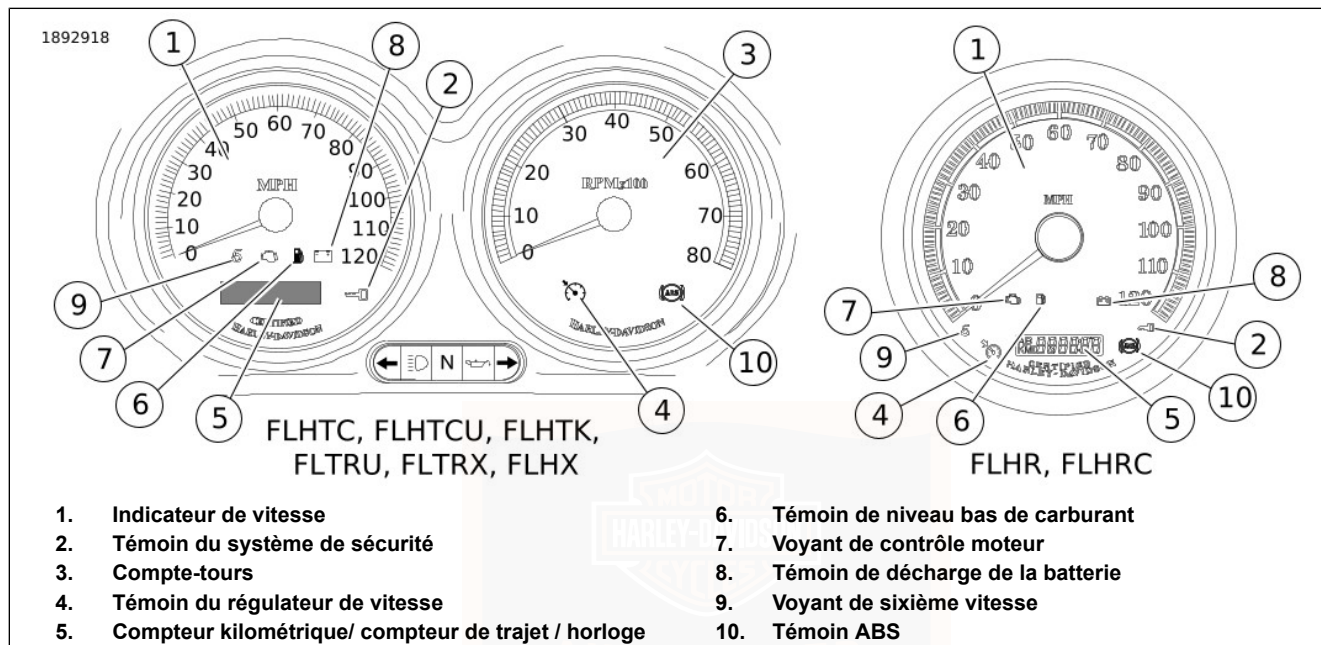

Figure 10. Voyants du tableau de bord
Voir Figure 10. Le témoin de vérification moteur se situe le long du bas de la face de l'indicateur de vitesse. Son but est d'indiquer si le moteur/le système de gestion du moteur fonctionne correctement. Le témoin de moteur est de couleur ambre.
Voir Figure 10. Un témoin de niveau bas de carburant est situé sur la face de l'indicateur de vitesse, au-dessous du centre près du témoin de vérification moteur. Le témoin de niveau bas de carburant s'allume lorsqu'il reste environ 3,8 L (1.0 USgal) d'essence dans le réservoir. Le témoin de niveau bas de carburant est de couleur ambre.
Voir Figure 10. Le témoin rouge de charge de la batterie indique la charge excessive ou insuffisante de la batterie. Voir MAINTENANCE ET LUBRIFICATION > BATTERIE : GÉNÉRALITÉS (Page 201).
- Voir Figure 10. Un témoin vert ou orange sur la face du compte-tours ou de l'indicateur de vitesse indique que le régulateur de vitesse est ACTIVÉ (vert) ou ne l'est PAS (orange).
Voir Figure 10. Le voyant de la sixième vitesse sur la face de l'indicateur de vitesse s'allume lorsqu'on passe en sixième.
Voir Figure 10. Le témoin rouge du système de sécurité sur la face de l'indicateur de vitesse indique que le système de sécurité est activé. Voir MODULE DE SÉCURITÉ À MAINS
Voir Figure 10. Sur les modèles équipés de l'ABS, l'indicateur lumineux ABS ambré commence à clignoter lorsque la clé est au contact pour indiquer que le système est opérationnel. Il continue à clignoter jusqu'à ce que la vitesse de la moto dépasse 5 km/h (3 mph). L'indicateur restera allumé en continu seulement lorsque l'ABS détecte que le système fonctionne mal. Dans le mode de diagnostic, le témoin s'allume aussi pour indiquer la présence de codes de diagnostic d'anomalie (DTC). Consulter un concessionnaire Harley-Davidson pour tout entretien.
1. Voir Figure 10. Appuyer sur le commutateur de RÉGULATEUR DE VITESSE vers l'avant pour activer le régulateur de vitesse. L'icône orange située sur le devant de la jauge du régulateur de vitesse constante s'allumera une fois activée.